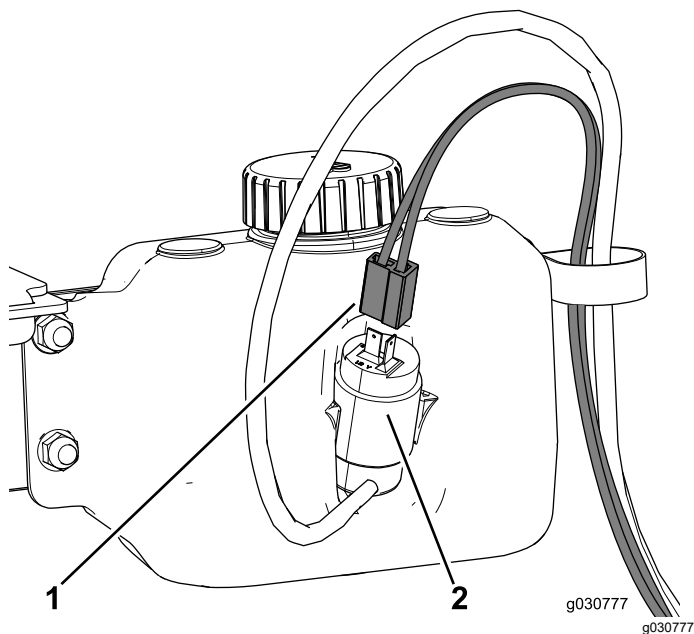

Figura 52
4. Enrute el arnés de cables del depósito del lavaparabrisas por la abrazadera en R y conéctelo al depósito (Figura 52).